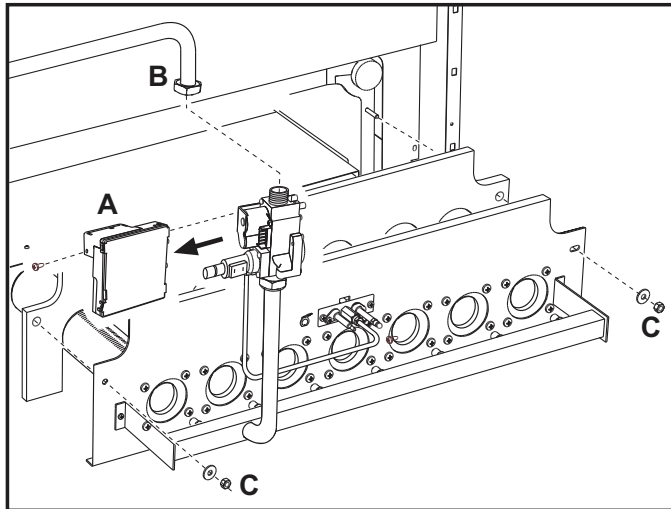
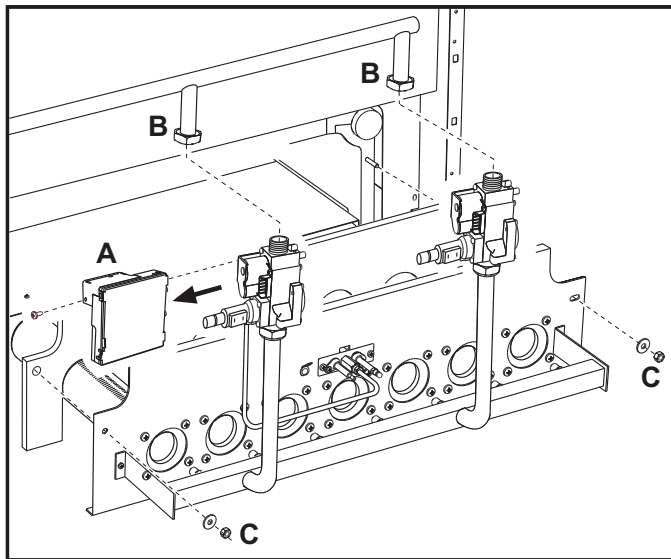

fig. 7 - Modelli SEVEN - 67 2S, 77 2S e 87 2S
fig. 8 - Modelli SEVEN - 97 2S e 107 2S
- Smontare la centralina elettronica di controllo fiamma "A" dalla valvola gas (fig. 7).
- Per i modelli **97 2S** e **107 2S** che hanno 2 valvole gas, bisognerà inoltre svitare le 2 viti che trattengono i 2 connettori elettrici che alimentano la seconda valvola e sfilarli dalla medesima (fig. 8).
- Svitare il dado "B" che fissa il tubo adduzione gas a monte della valvola gas (fig. 7). Per i modelli **97 2S** e **107 2S**, svitare i due dadi (fig. 8).